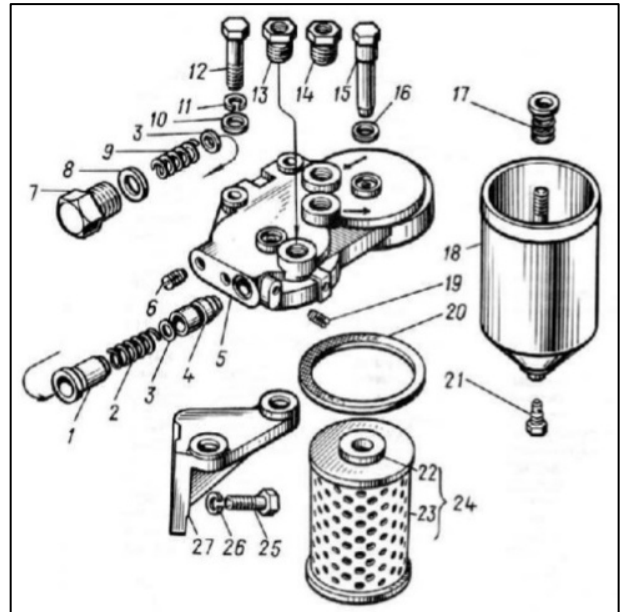

Рис. 3.27 – ФТОТ
3.9.2.1 Разборка фильтра тонкой очистки топлива (рис. 3.27):
3.9.2.2 Сборка фильтра тонкой очистки топлива (рис. 3.27):